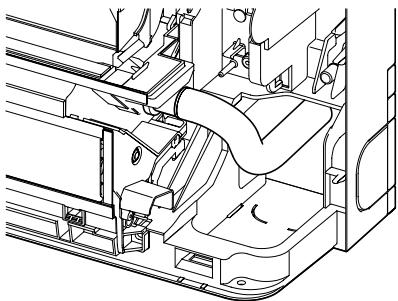

Fig. 5-4
- Inserire il tubo di scarico completamente sulla base della coppa di scarico. (Fig. 5-4)